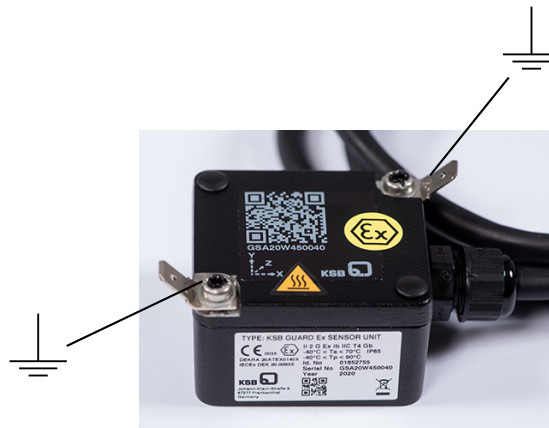

Fig. 13: Tomas de tierra de la unidad de sensor
9. Conectar las dos tomas de tierra con un cable adecuado y el conector plano adjunto tipo: TE 2178301-1 (sección del cable 4 mm²) a una toma de tierra de la instalación (⇒ Fig. 13).